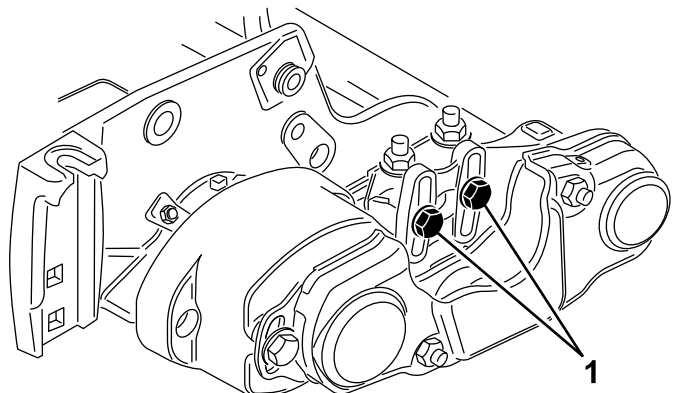

**Figura 11**
10. Aplique uma película de massa lubrificante no diâmetro interior do olhal, na caixa de rolamentos (Figura 11).
- Rode a caixa de rolamentos da escova do rolo, até que a placa da escova fique paralela à placa lateral da unidade de corte (Figura 11).
- Aperte as (2) porcas flangeadas de retenção que fixam o suporte de montagem da escova do rolo à placa lateral da unidade de corte (Figura 11).
11. Desaperte, mas não remova, os parafusos que fixam a caixa de rolamentos da escova do rolo ao suporte de montagem da mesma (Figura 11).
12. Instale a placa de articulação da escova do rolo (Figura 11). Certifique-se de que o olhal assenta devidamente na caixa quando a saliência na placa articulada é inserida no olhal na caixa de rolamentos.
13. Aplique Loctite 242 (azul) aos dois parafusos de 5/16 x 5/8 pol. e utilize-os para montar a placa da escova na caixa de rolamentos da escova do rolo (Figura 11). Aperte os parafusos com uma força de 20 a 25 N·m.
- Desaperte as (2) porcas flangeadas de retenção que fixam o suporte de montagem da escova do rolo à placa lateral da unidade de corte (Figura 11).
18. Aplique Loctite 242 (azul) ao parafuso com olhal (Figura 11). Prenda a placa da escova na caixa da escova do rolo com o parafuso com olhal. (Figura 11). Aperte o parafuso com uma força de 20 a 25 N·m.